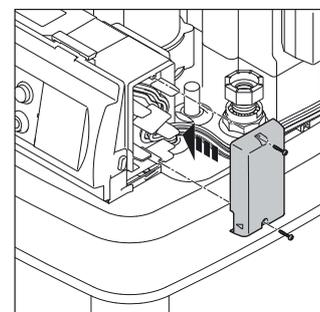

Bild 4-26 Rechten Gehäusedeckel anbauen.
- Zuvor demontierten seitlichen Gehäusedeckel wieder anbauen (Bild 4-26).